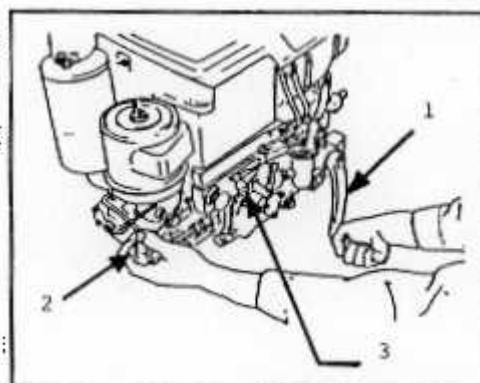

Fig. 7
- Colocar la manivela en el eje de arranque hasta que el borde de la manivela quede enganchado en el eje (Fig. 7, nº 1).
- Mantener levantada la palanca de descompresión (Fig. 7, nº 2) con la mano izquierda; hacer girar despacio la manivela con la mano derecha hasta oír un ruido sordo y después girar rápidamente.
- Mover la palanca del acelerador, del motor, (Fig. 7, nº 3) hacia el lado derecho, a la posición de STOP.